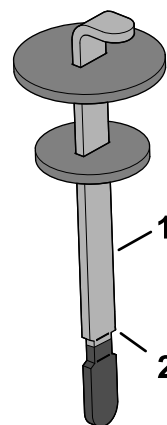

Figure 180
4. Dévissez la jauge du goulot de remplissage et essuyez-la sur un chiffon propre. Remettez la jauge dans le goulot de remplissage, puis ressortez-la et contrôlez le niveau de liquide. Il doit atteindre le repère sur la jauge (Figure 180).